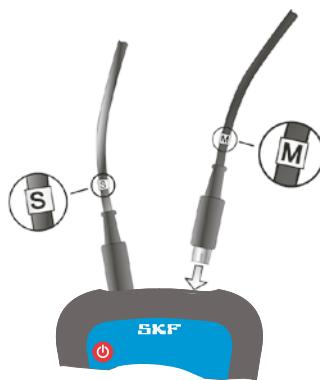

Fig. 9. Anslutning av mätenheterna
- b) Anslut mätenheterna till displayenheten. Kontrollera att kablarnas markering överensstämmer med markeringen på displayenhets uttag (fig. 9).